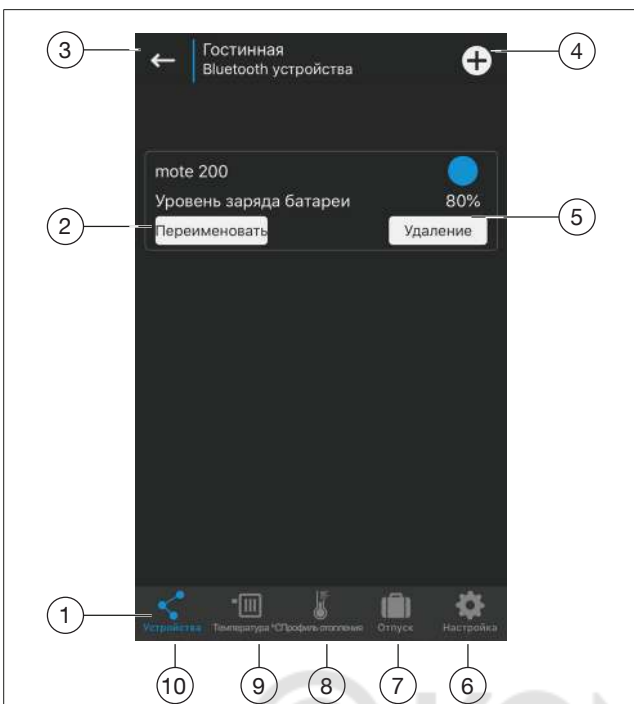

Рис. 6: „Устройства“
Главное меню (поз. 1, рис. 6 на стр. 11) открывает меню „Устройства“, „Температура“, „Профиль нагрева“, „Профиль отпущк“ и „Настройка“.
(Поз. 10, Рис. 6 на стр. 11)
(Поз. 9, Рис. 6 на стр. 11)
(Поз. 8 , Рис. 6 на стр. 11)
(Поз. 7, Рис. 6 на стр. 11)
(Поз. 6, Рис. 6 на стр. 11)
- ▶ Если вы хотите удалить программирование, действуйте, как описано в п. Рис. 6 на стр. 11. Продолжайте повторное использование, как описано в п. 6 на стр. 8 и Рис. 1 на стр. 7.